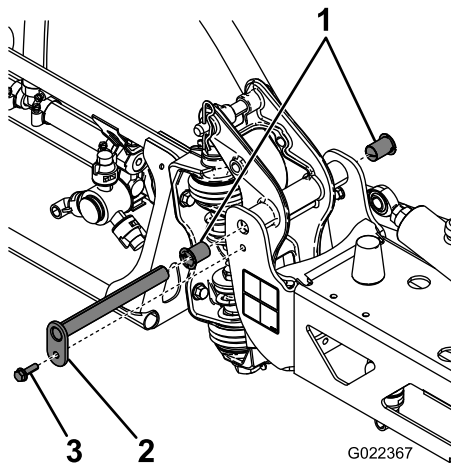

Figura 41
3. Con el peso del brazo apoyado, retire el perno y la tuerca que fijan el pasador de giro al conjunto del brazo (Figura 41).
6. Retire los casquillos de nylon desde delante y desde detrás del soporte pivote e inspecciónelos (Figura 41).
8. Instale el conjunto de brazo y soporte del pivote en el bastidor central, alineando los orificios (Figura 41).